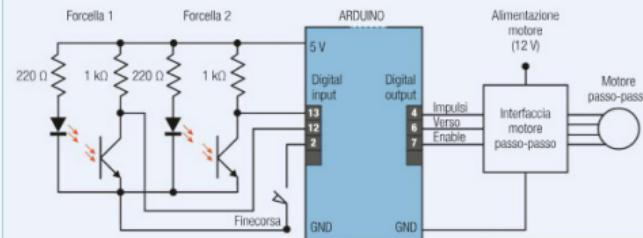
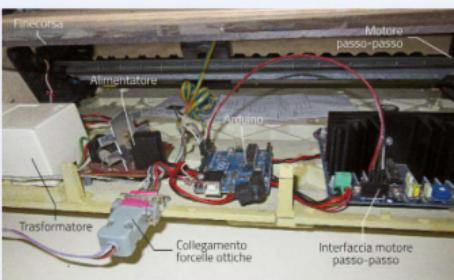

Figura 5.23 Schema elettronico del clown giocattolo.
Figura 5.24 Hardware del clown giocattolo.
- Lo schema elettronico del sistema è rappresentato nella figura 5.23, mentre la figura 5.24 mostra la disposizione dei componenti all'interno della stampante.